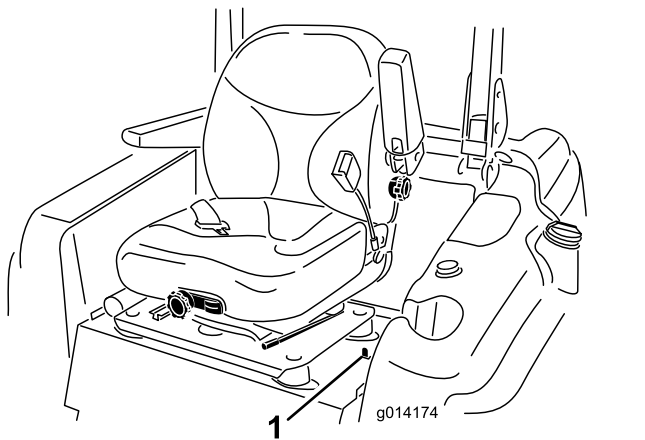

Figura 18
1. Mueva el enganche del asiento, situado en el lado izquierdo del asiento, hacia atrás para desenganchar el asiento, y tire hacia adelante la parte superior del asiento (Figura 18).